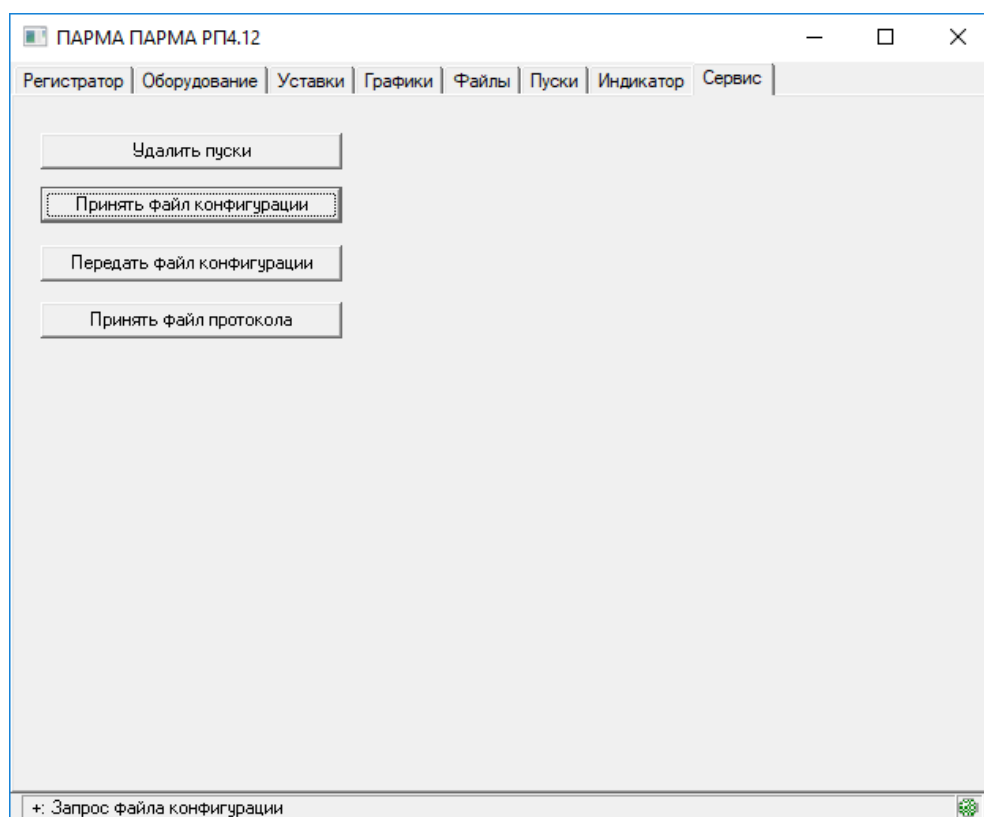

Рисунок 24 – Окно вкладки «Сервис»
- Рисунок 24 – Окно вкладки «Сервис»